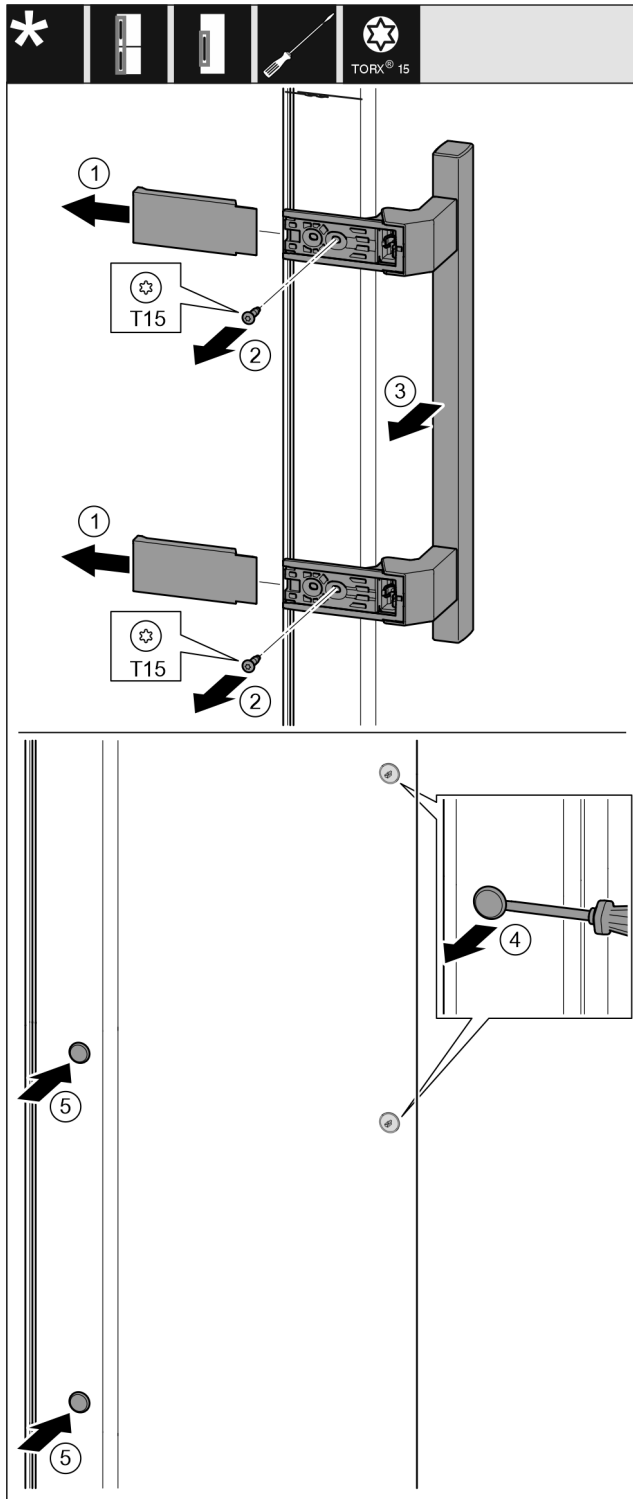

Fig. 20
- ▶ Hiqni kapakun mbulues. Fig. 20 (1)
- ▶ Nxirrni jashtë vidat me një kaçavidë T15. Fig. 20 (2)
- ▶ Hiqni dorezën. Fig. 20 (3)
- ▶ Ngrini lart me kujdes tapat anësore me një kaçavidë me kokë petë dhe nxirrini jashtë. Fig. 20 (4)
- ▶ Vendosni sërish tapat në anën tjetër. Fig. 20 (5)